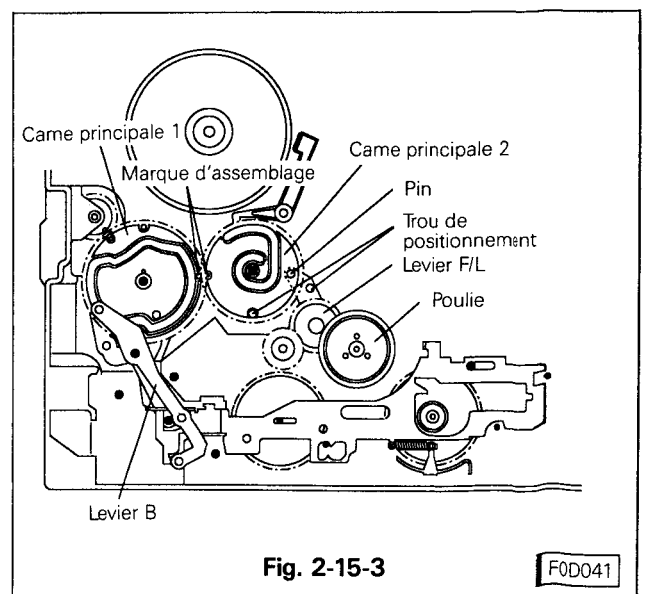

Fig. 2-15-3
- Monter le levier B sur son axe de telle sorte que son pivot rentre dans le rainage de la came principale 1. Remonter la rondelle d'arrêt sur le levier B. (Fig. 2-15-3)
- Aligner le trou de positionnement du levier F/L avec celui de la platine mécanique. (Voir Fig. 2-15-3)
- Aligner les marques de positionnement des cames principales 1 et 2 ainsi que le trou de positionnement de la came 2 et remonter la came principale 2 sur son axe. (Voir Fig. 2-15-3)